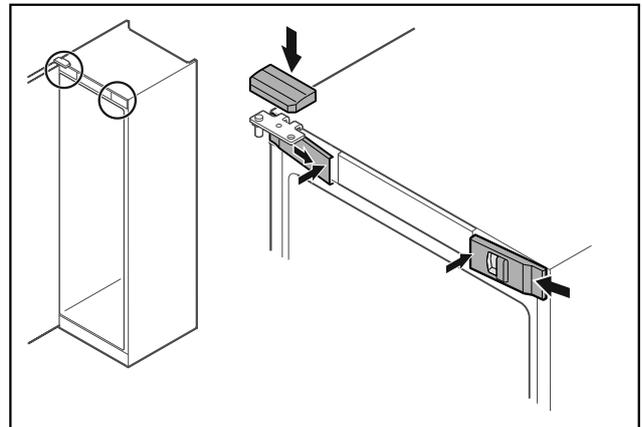

Fig. 46
- ▶ Vordere Abdeckungen Fig. 46 (1) seitlich einhaken und innen aufrasten.
- ▶ Obere Abdeckung Fig. 46 (2) von oben aufrasten.